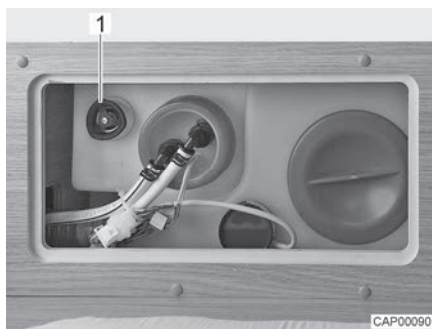

Bild 110 Vattentank med ratt
- Vrid ratten (Bild 110,1) på vattentanken moturs mot motståndet till stoppläget för att öppna utloppsöppningen helt.